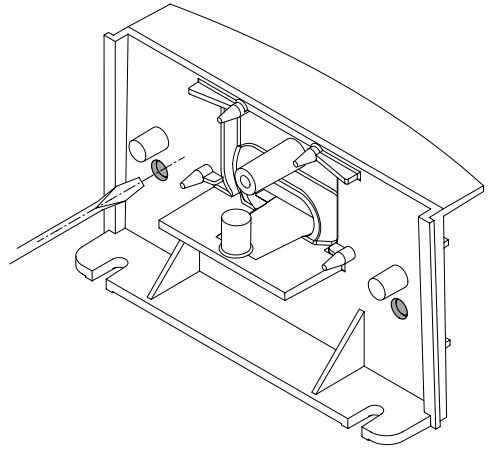

Fig.2
- 1 Aprire utilizzando un cacciavite le predisposizioni per il passaggio dei cavi evidenziate in fig.2
- 1 Open the cable slots by means of a screw driver, as shown in Fig.2
- 1 Mit einem Schraubenzieher die vorgesehenen Sitze für die Kabeldurchführung öffnen, die in Abb.2 markiert sind.